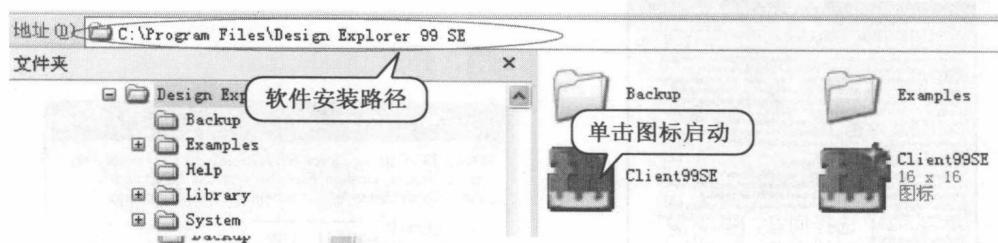

图 0-8 通过安装路径启动 Protel 99 SE
- (3) 找到程序安装位置，运行应用程序，启动 Protel 99 SE，如图 0-8 所示。